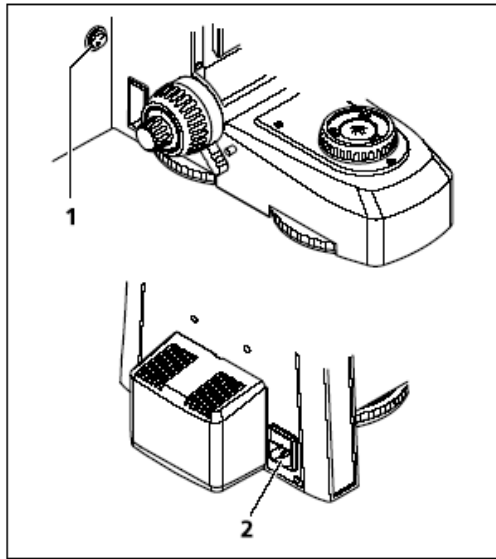

图3-35 HAL 50照明的下部主机体上
- 将显微镜电源线插入到电插座上，连接电源（图3-35/2）。该显微镜的可调电源和电压范围是100-240 V，50...60 Hz。电源供应设备自动调节，以适应现有的电压。
- 打开或关闭带有下部主机体的LED或HAL 50照明的电源开关（图3-35/1）。